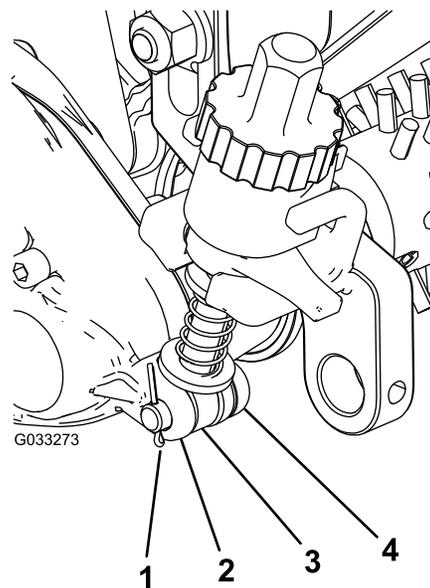

Figure 22
3. Glissez la tige du bras de réglage près du boîtier d'entraînement du groomer dans l'espace sur le boîtier d'entraînement et fixez-la avec une goupille de réglage et une goupille fendue (Figure 22).